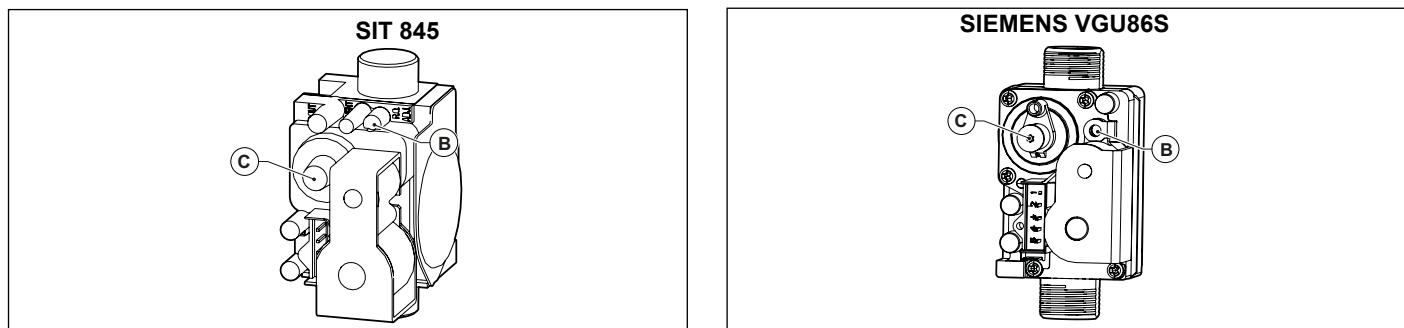

Fig. 45 Reglarea valvei de gaz
- Reglați valoarea dioxidului de carbon (CO2) din gazele arse, rotind regulatorul de raport B (vezi Fig. 45 Reglarea valvei de gaz) și asigurați-vă că reintră în limitele din Tab. 26 Valori ale CO2 în gazele arse. Lăsați centrala în modul curățare și treceți la pasul următor de reglare la puterea minimă.
- Reglați valoarea dioxidului de carbon (CO2) din gazele arse, rotind regulatorul C (vezi Fig. 45 Reglarea valvei de gaz) și asigurați-vă că reintră în limitele din Tab. 26 Valori ale CO2 în gazele arse.
- Rotiți regulatorul de raport B (a se vedea Fig. 45 Reglarea valvei de gaz) pentru a regla valoarea oxigenului (O2) din gazele de ardere până când aceasta se încadrează în limitele Tab. 28 Valorile de O2 în gazele de ardere.
- Verificați dacă valoarea monoxidului de carbon (CO) din gazele de ardere la putere maximă este sub limita de la Tab. 28 Valorile de O2 în gazele de ardere.
- Rotiți regulatorul de offset C (a se vedea Fig. 45 Reglarea valvei de gaz) pentru a regla valoarea oxigenului (O2) din gazele de ardere și presiunea de compensare până când ambele se află în limitele valorilor de Tab. 28 Valorile de O2 în gazele de ardere.
- Verificați dacă valoarea monoxidului de carbon (CO) din gazele de ardere la puterea minimă este încă sub limita de Tab. 28 Valorile de O2 în gazele de ardere.